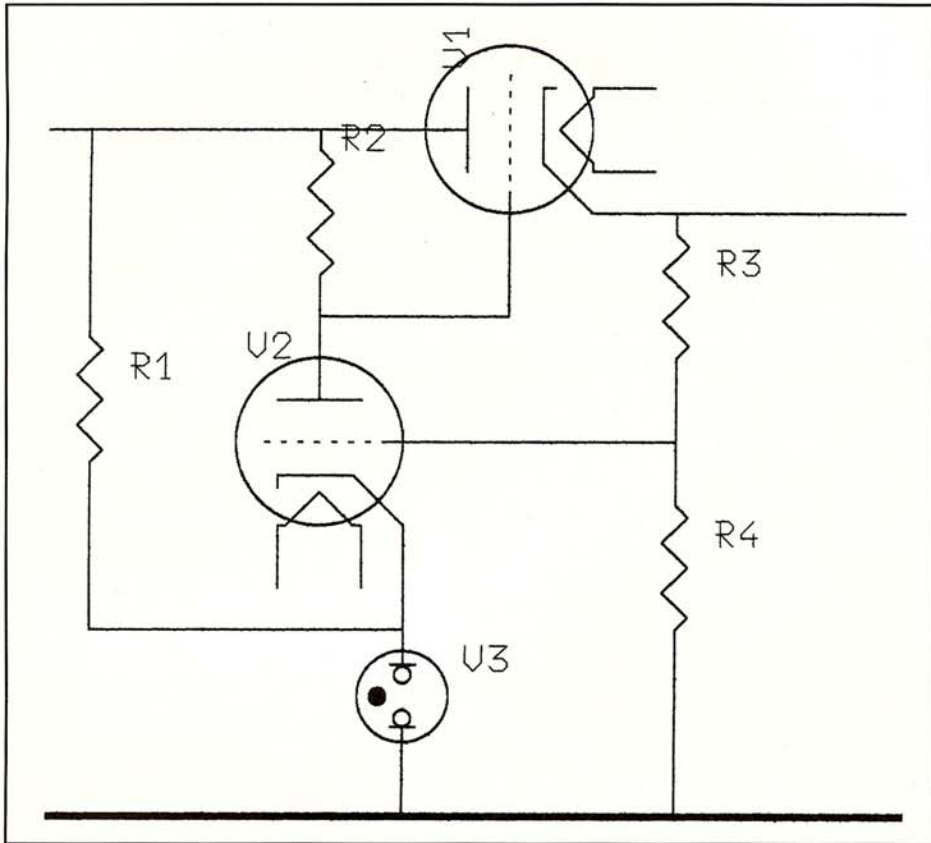

Fig. 1 - Il circuito del regolatore serie con amplificatore di errore.
Per semplicità di trattazione consideriamo soltanto il circuito del regolatore serie con amplificatore di errore, visibile in **Fig. 1**, che è anche il più diffuso. Rispetto ai circuiti impiegati comunemente, e di norma più sofisticati, mancano alcuni componenti, che aggiungeremo durante il nostro discorso. Il regolatore serie vero e proprio è costituito dal triodo V1, disposto, appunto, in serie alla linea di alimentazione anodica, in perfetto accordo con quanto detto alcune righe più sopra. La tensione di uscita del nostro circuito, così com'è disegnato, dipende ovviamente dal potenziale di griglia di V1, determinato però a sua volta dalla corrente anodica del secondo triodo V2; il catodo di questo triodo amplificatore è mantenuto ad una differenza di potenziale ben definita e stabile, imposta da un tubo a gas V3 (2) (o da una stecca di diodi
Vediamo un po' se esiste il modo, e quale, per migliorare le prestazioni elettriche dello schema di Fig. 1. Ci sono varie strade e varie tecniche; innanzitutto si cerca di utilizzare come tubo regolatore-serie (quasi sempre un triodo) una valvola dotata di grande transconduttanza, capace dunque di maneggiare ampi scarti di corrente con ridotte tensioni di pilotaggio. Onde evitare di dissipare troppa potenza è necessario disporre di triodi a bassissima resistenza interna, cosa che restringe le possibilità di impiego a ben pochi dispositivi pratici.